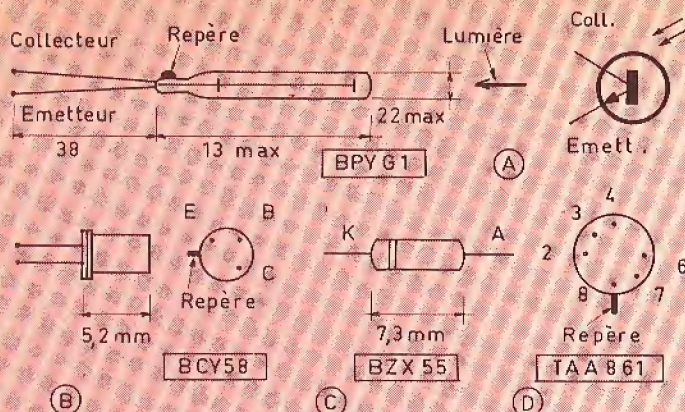

Fig. 8
Dans le montage proposé on remarquera d'abord les quatre ampoules lumineuses  $L_1$  à  $L_4$  dont la lumière est projetée sur chacun des quatre phototransistors  $Q_1$  à  $Q_4$  du type BPY61 dont le brochage est donné à la figure 8.
mière, traversant la fenêtre du sommet du boîtier (voir fig. 8).
Le transistor BCY58 se branche comme indiqué à la figure 8 (B). Le repère permet d'identifier l'émetteur qui est le fil le plus proche. Les fils sont orientés vers l'observateur.
La diode Zener BZX55 se branche selon la figure 8 (C).
On donne également, le brochage du TAA861 à la figure 8 (D), avec le repère en regard du fil 8. Fils orientés vers l'observateur.